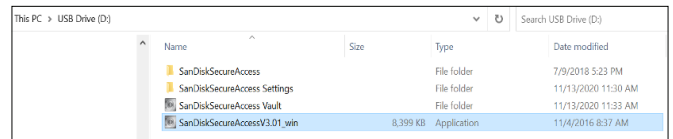

Figura 1: Carpeta protegida con contraseña dentro de la memoria USB que contiene el instalador de software
2. Conecte la memoria USB en cualquiera de los puertos USB del ordenador portátil y abra el contenido como se muestra a continuación. Haga doble clic en el archivo ejecutable de la **Figura 1**.